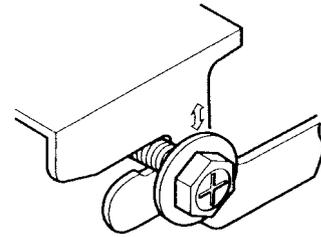

Abb. 28
5. Heben Sie das Gerät an und schieben Sie es in den Ausschnitt ein (siehe Abb. 28).